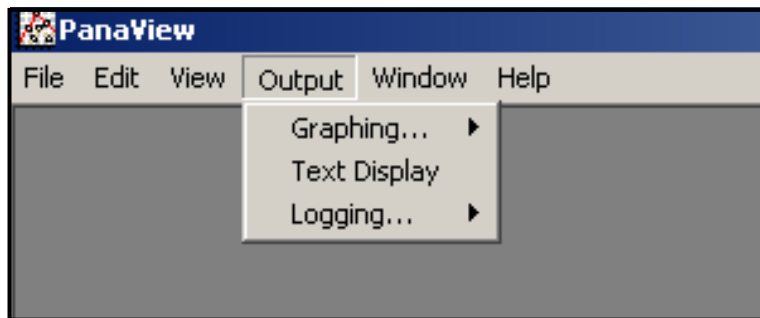

Figura 14: O menu de saída
1. No PanaView, abra o menu *Output (Saída)*, conforme mostrado na *Figura 14* abaixo, e clique na opção *Text Display (Exibição de texto)*.